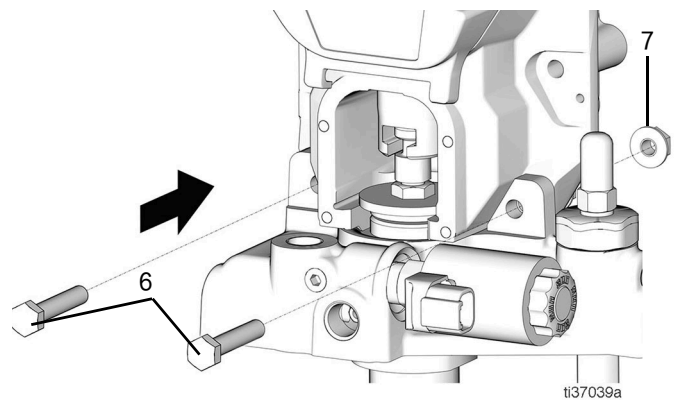

图 68
- 28. 将两个螺栓 (6) 放入泵组件中, 以将齿轮头和泵组件固定到位, 并稍微拧紧两个螺母 (7) (图 68)。